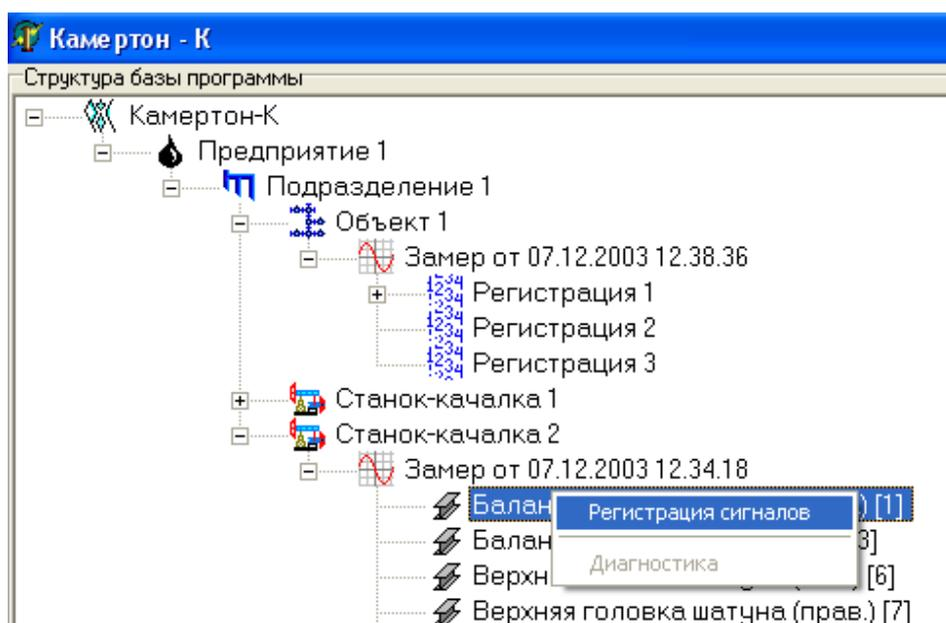

Рис. 23. Начало регистрации сигналов.
- для элемента структуры «**Станок-качалка**» выбрать пункт того узла станка-качалки, который Вы хотите продиагностировать, нажать на нем правую клавишу мыши (после чего появится всплывающее меню), выбрать пункт «**Регистрация сигналов**» (см. рис. 23).